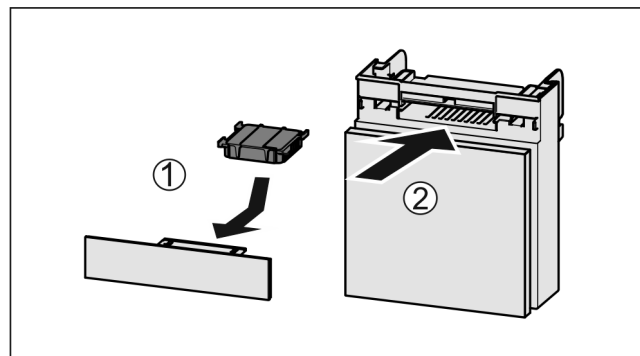

Fig. 132
- Actiefkoolfilter overeenkomstig afbeelding aanbrengen Fig. 132 (1).
- Lade erin schuiven Fig. 132 (2).